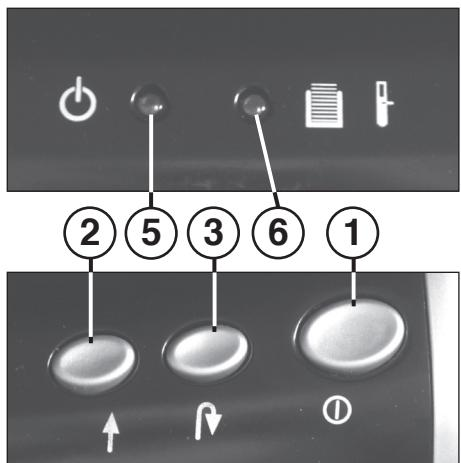

Abb. 1
- 1 = Druckschalter „Betriebsbereit“ (Abb. 1)**
- 2 = Vorwärtstaste (Abb. 1)**
- 3 = Rückwärtstaste (Abb. 1)**
„Betriebsbereit“ (Abb. 1)
- 6 = Kontroll-Anzeige (rot / gelb) (Abb. 1)**
Maschine am Druckschalter (1) (Abb. 1) einschalten. Die Kontroll-Anzeige (5) (Abb. 1) leuchtet auf.
Ist der Auffangbehälter für Papier gefüllt, schaltet die Maschine ab. Ein Signalton ertönt. Die Kontroll-Anzeige (6) (Abb. 1) leuchtet auf (rot).
- Den Auffangbehälter (9) mit Auffangschale (10) aus dem Gehäuse-Unterteil herausziehen.
- Der Signalton verstummt. Die Kontroll-Anzeige (6) (Abb. 1) erlischt.